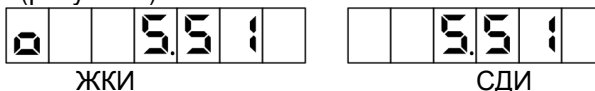

Рисунок 7
7.3.2 После нажатия кнопки "Пуск" проходит тест индикации, позволяющий убедиться в исправности табло – на 2 секунды включается отображение всех возможных сегментов, затем все они выключаются. По окончании теста показания табло обнуляются, устройство подает напряжение на МП, КО и КС – начинается выдача топлива. В процессе налива отображается отпущенная на текущий момент доза (рисунок 7).